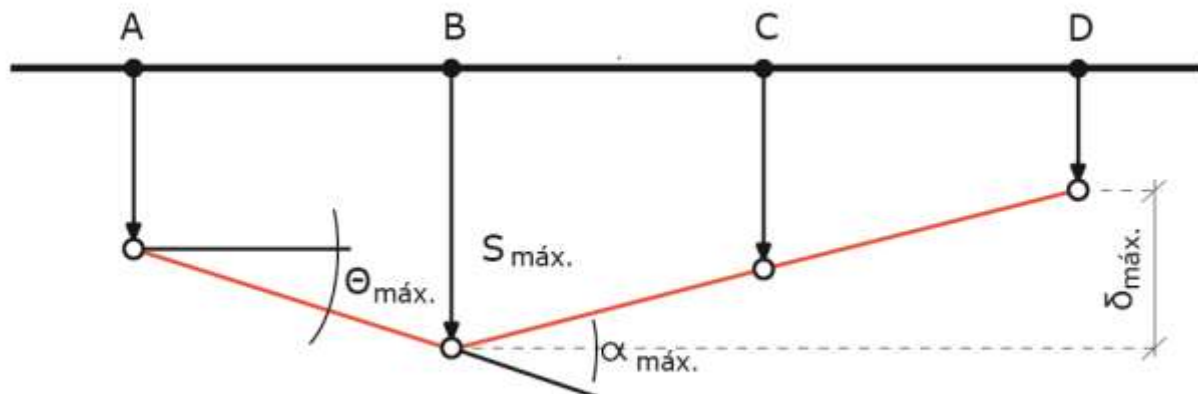

Figura 44: Representação das variáveis de movimento de fundações
A NBR 6122 nomeia algumas letras como parâmetros de estudo para o movimento de fundações que devemos conhecer. São eles (Figura 44):
- δs : recalque ou levantamento diferencial entre dois pontos da estrutura (observe na figura 44 o $\delta_{\text{máx}}$);
- ✓ Esclarecendo: a rotação relativa é o ângulo entre uma linha de referência (por exemplo, a linha original que liga os pontos AB da sapata na figura 44) e a nova linha dessa mesma estrutura.